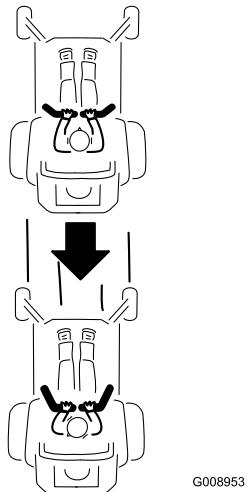

Figura 20
- Para ir hacia atrás, mire hacia atrás y hacia abajo, y tire hacia atrás lentamente de las palancas de control de movimiento (Figura 20).
Para ir en línea recta, aplique la misma presión a ambas palancas de control de movimiento (Figura 20).